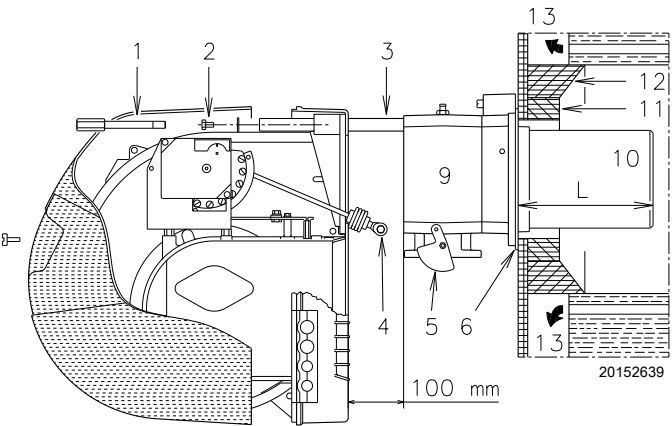
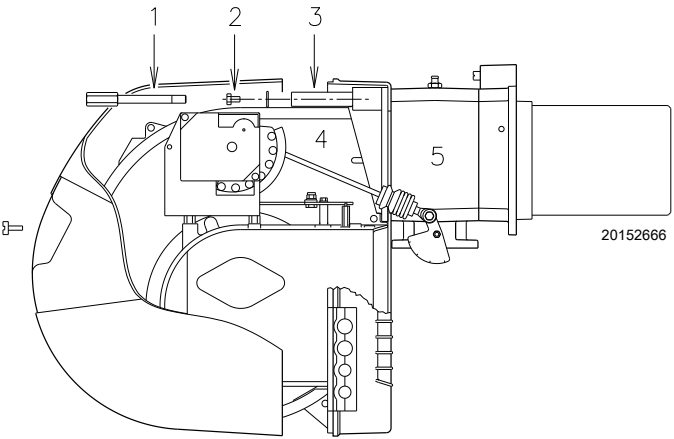

图 12
图 18
对于带水冷却前板的锅炉, 则不需要耐火材料制成的炉补 11)-12)(图12), 除非锅炉制造商另有要求。
- 将燃烧头与燃烧器的其余部分分开 (图12):
- 将法兰 9）（图 12）固定到锅炉钢板上，并在二者间插入随附的隔热垫 6）（图 12）。
- 完成燃烧头调节后，将燃烧器 4) (图 18) 重新沿导轨 3) (图 18) 推进至离管路接口 5) (图 18) 约 100mm 处 —— 燃烧器位置如图 12 所示 —— 连接探针和电极电缆，然后将燃烧器推至管路接口处，燃烧器位置如图 图 18 所示。
- 将螺丝 2) (图 18) 重新装到导轨 3) (图 18) 上。
- 用螺丝 1) (图 18) 将燃烧器固定在管接头上。